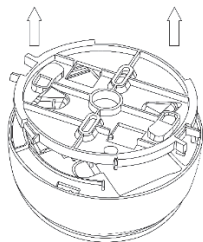

Figure 1
2. Retirez le support de montage en plastique de la sirène (*reportez-vous à la Figure 1*).
1. Retirez la sirène du support de montage en plastique (voir Figure 1).